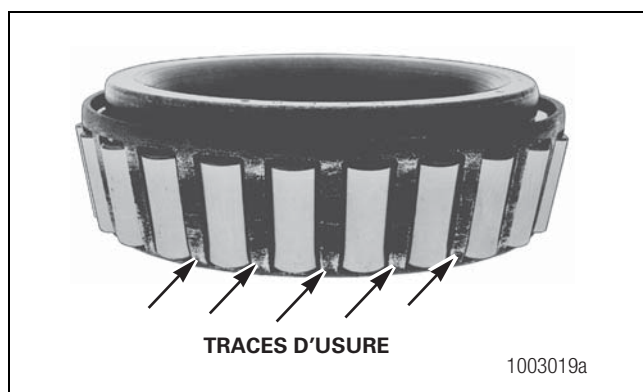

Figure 5.3
- Des traces d'usure brillantes apparaissent sur la surface externe de la cage des rouleaux. Figure 5.3.